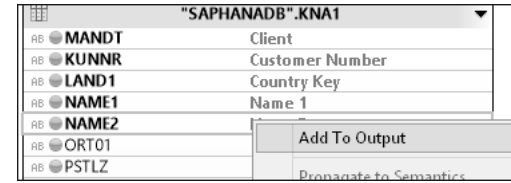

Abbildung 3.29 Attribute auswählen
- Wählen Sie nun diejenigen Attribute aus, die Sie für Ihre Berichterstattung benötigen. Klicken Sie dazu auf ein Attribut, und wählen Sie **Add to Output** im Kontextmenü (siehe Abbildung 3.29).